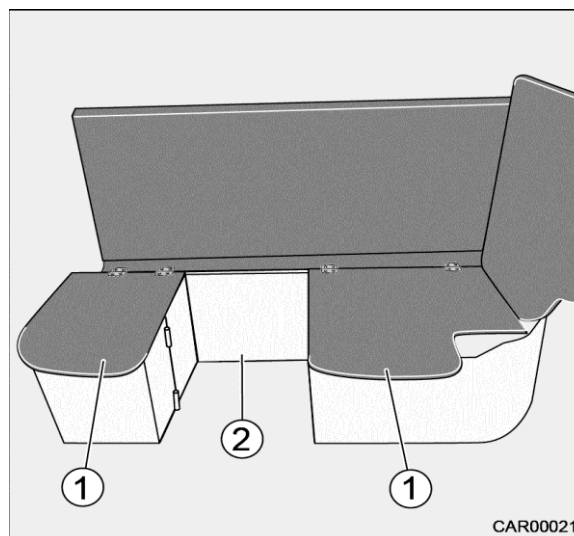

Fig. 45 Transformation du 5e siège
8. Retirer la paroi de séparation (Fig. 45/2) hors du socle au milieu du véhicule.
10. Rabattre les plaques de siège (Fig. 45/1).